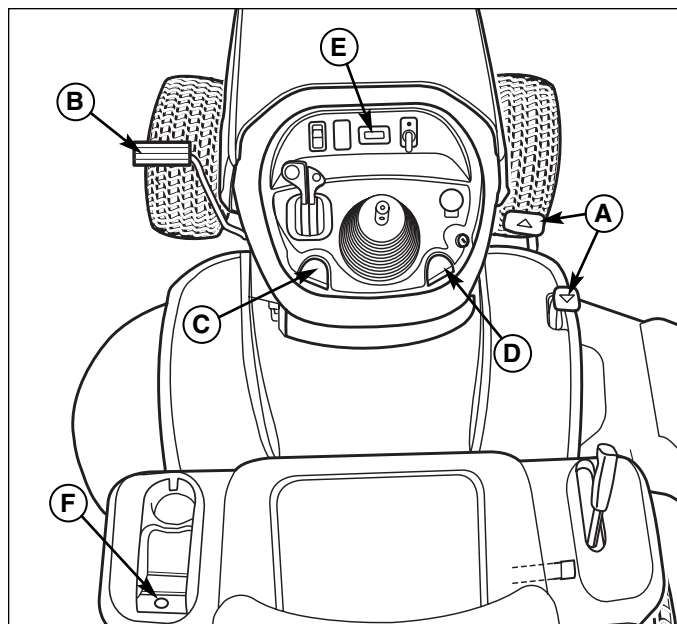

Figure 2. Serrage du frein de stationnement
Serrage du frein de stationnement - Voir la Figure 2. Pour verrouiller le frein de stationnement, relâcher les pédales de déplacement (A), appuyer à fond sur la pédale de frein (B), TIRER le bouton de frein de stationnement (C) et relâcher la pédale de frein.
Desserrage du frein de stationnement - Voir la Figure 2. Pour libérer le frein de stationnement, appuyer sur la pédale de frein (B).
1. Tirer sur le bouton de régulateur de vitesse (D, Figure 2).
2. Appuyer sur la pédale de déplacement en marche avant (A).
3. Lever le bouton de régulateur de vitesse (D) une fois que la vitesse souhaitée est atteinte. Le régulateur se bloque dans l'une de ses cinq positions de verrouillage.
Le compteur horaire (E, Figure 2) mesure la durée pendant laquelle la clé est en position MARCHE.
La prise accessoire 12 V se trouve dans le carénage gauche (D, Figure 2). Elle permet d'alimenter de petits appareils électroniques. L'accessoire doit être d'intensité nominale 9 A ou moins.